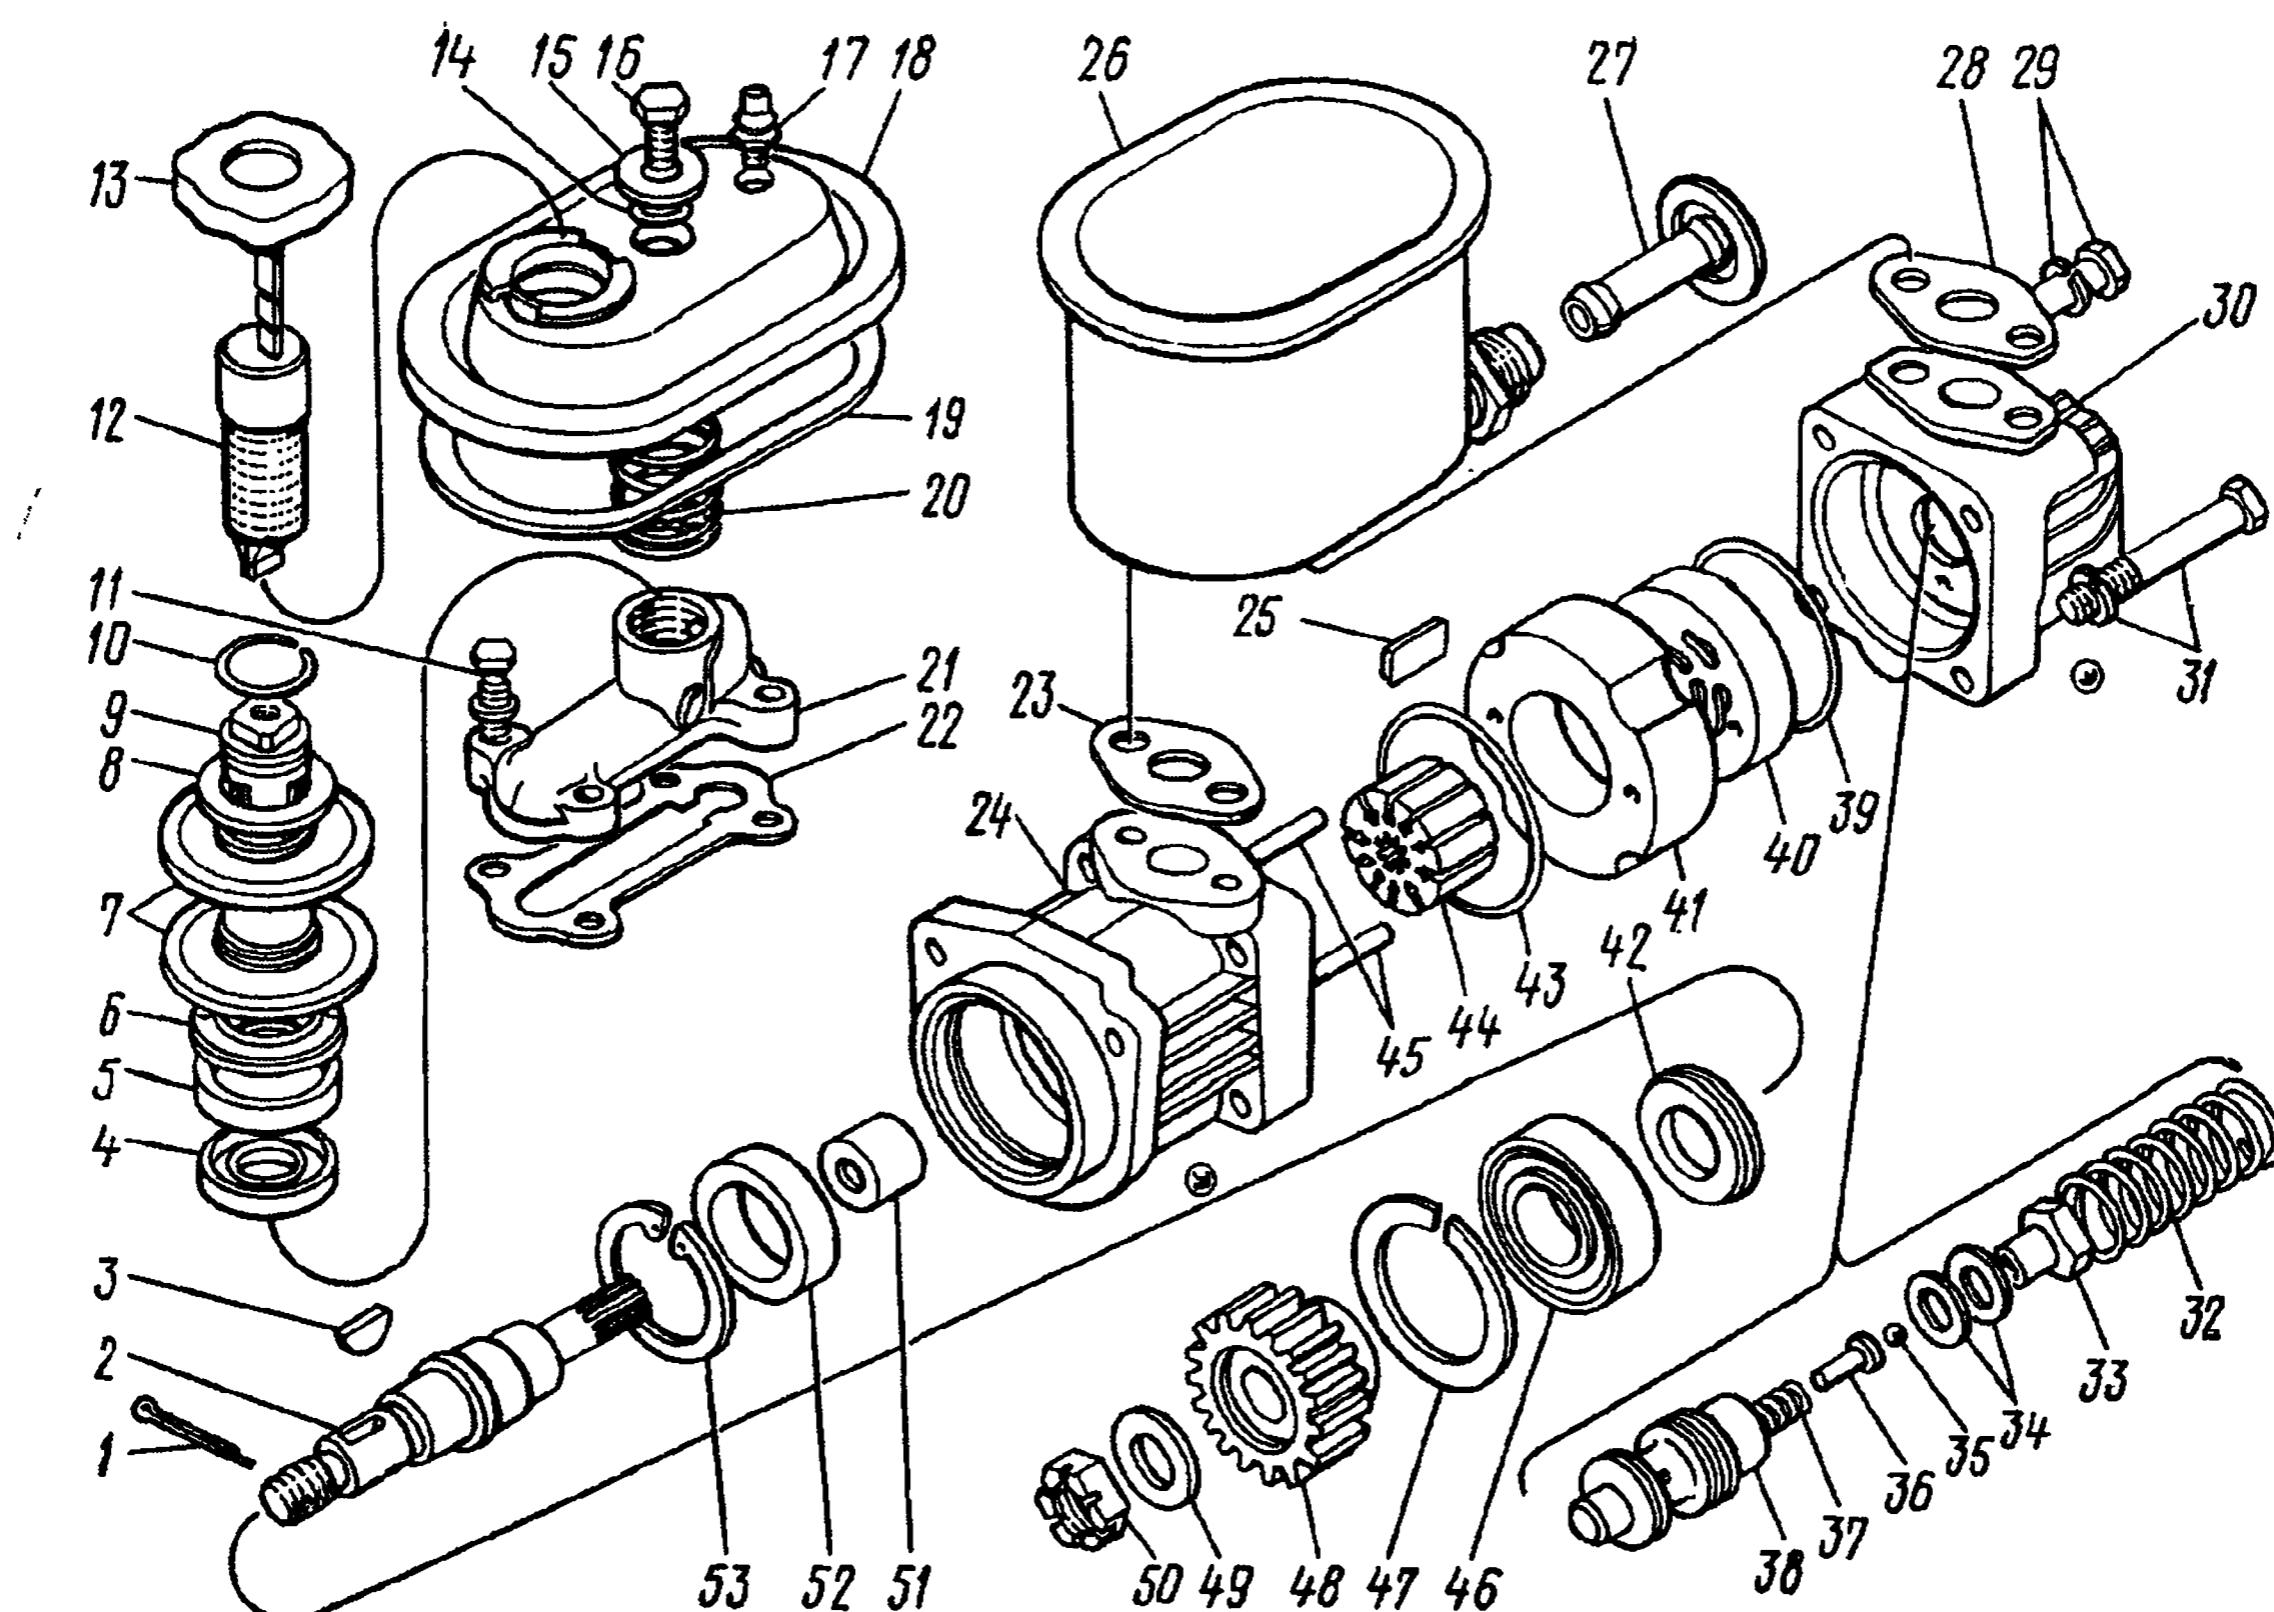

Рис. 242. Насос гидроусилителя руля:
2. Выверните болт 16 (рис. 242), снимите шайбу 15, уплотнительное кольцо 14, крышку 18, прокладку 19, пробку 13 заливной горловины, фильтр 12, выверните клапан 17
19. Наденьте на вал 2 (см. рис. 242) маслоотгонное кольцо 42 и напрессуйте подшипник 46	Молоток, оправка